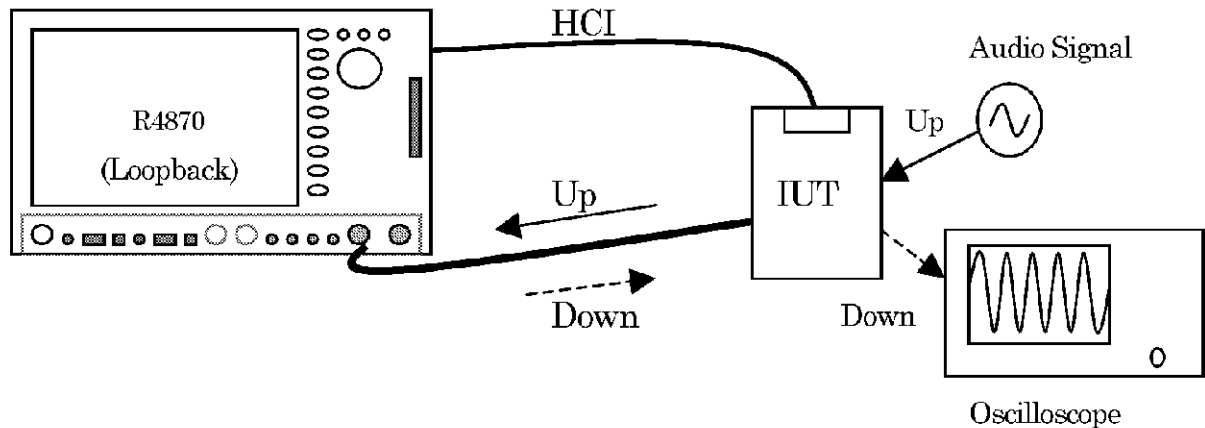

図 2-42 リモート・ループバック評価
リモート・ループバック評価機能は、図 2-42 のように Audio 信号を入力し、本器にてループバックされた音声データを復調したあとに、IUT からの出力信号を評価するために使用します。なお、本器が SCO のリモート・ループバック状態であれば、ACL リンクもリモート・ループバック状態になっています。したがって、ACL のリモート・ループバックを評価する場合は、IUT control を OFF に設定し (2.3.2 参照)、SCO のリモート・ループバック評価を実行したあと (2.4.7.2 参照)、IUT 側にて ACL データを送受信することによって、ACL ループバックを評価します。
1. 図 2-42 のように IUT を本器に接続します。